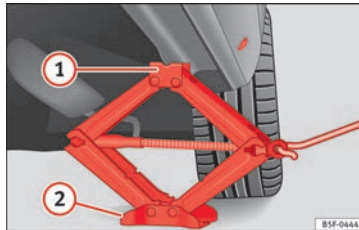

Fig. 76 Larguero: colocación del gato del vehículo.
- Gire la manivela del gato*, situado bajo el punto de apoyo del larguero, para elevarlo hasta que la pestaña ① » » » fig. 76 quede situada bajo el alojamiento previsto.
- Alinee el gato* de modo que la pestaña ① “agarre” en el alojamiento previsto del larguero y la placa base móvil ② quede apoyada en el suelo. La placa base ② debe caer en la vertical respecto al punto de apoyo ①.